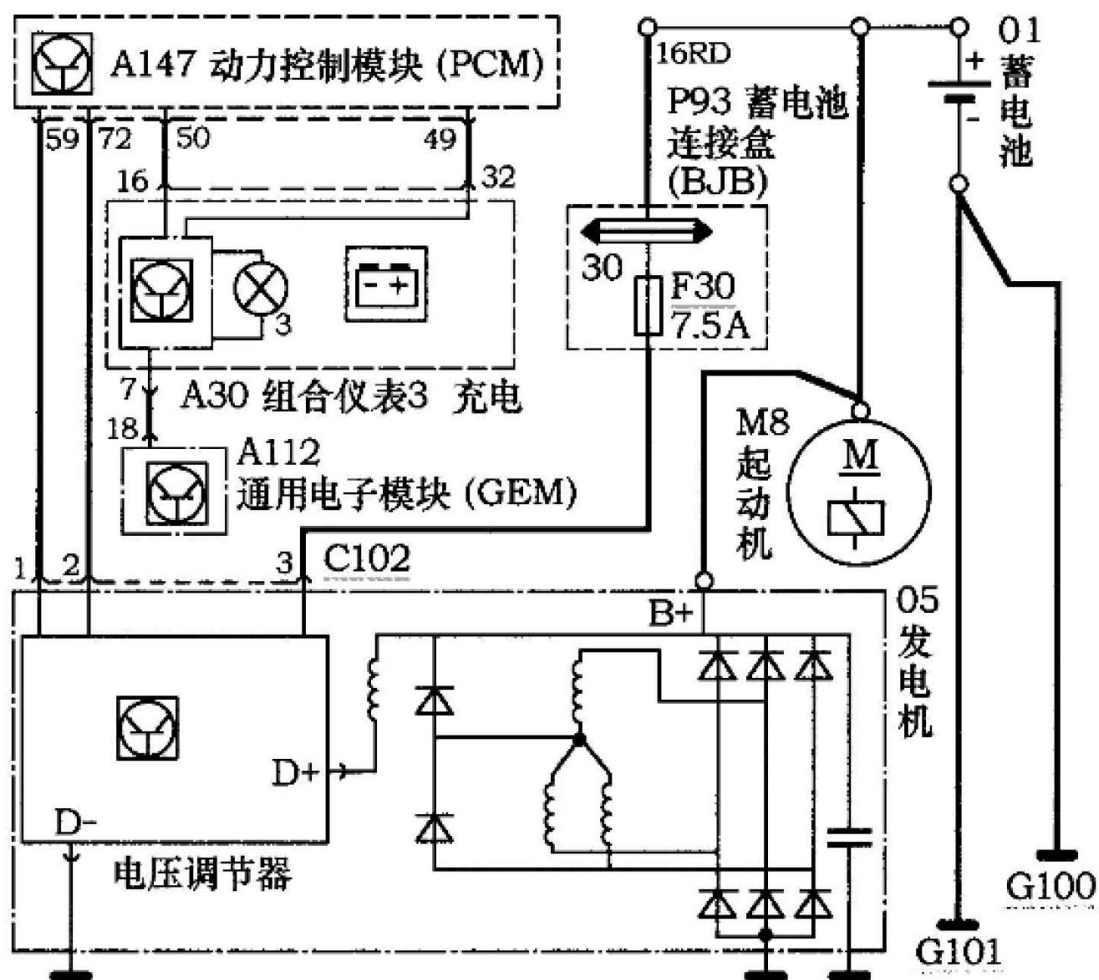

图 1 蒙迪欧充电电流
- A). 该车发电机型号是 LkISTT10300, 采用微机控制整体式内置电压调节器, 查看相关的电路 (图 1), 电压调节器上有 3 根线, 一根是蓄电池正极到电压调节器, 是检测蓄电池电压变化情况的信号线; 另一根线是从电压调节器到 PCM, 此线把蓄电池电压的变化情况通过调节器传递给 PCM; 第 3 根是从 PCM 到电压调节器, PCM 以固定频率通过该线向电压调节器提供脉冲电压, 改变电压调节器中晶体管开与关的时间, 得到励磁绕组电流的平均值, 从而使发电机发出适当的输出电压。